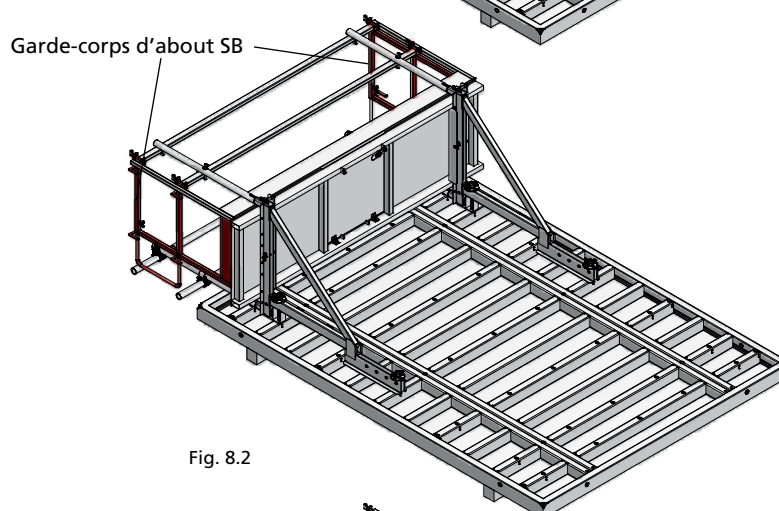

Fig. 8.2
6. Fixer les garde-corps d'about SB sur le garde-corps arrière à l'aide des clavettes situées sur les garde-corps d'about (fig. 8.2).